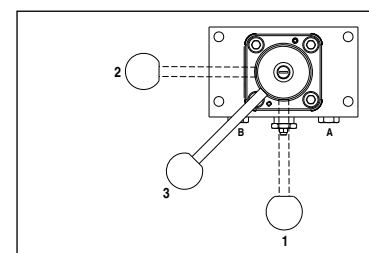

Figura 7
(Ver Figura 7)
4. Gire a alavanca da válvula de controle para a posição neutro ("3") (ver figura 7 para posições da alavanca).